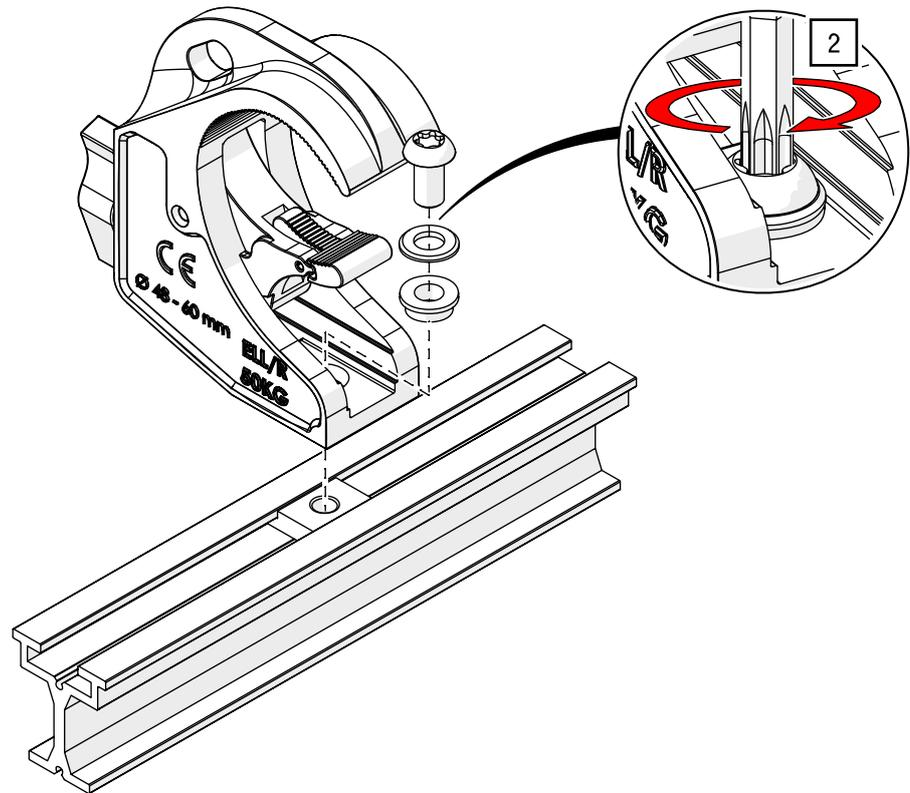

Abb. 58: G-CLAMP direkt – Montage mit Nutenstein
2. Verschrauben Sie den Rohrhaken G-CLAMP mit dem Nutenstein am Schienenprofil mit einem TORX®-Schlüssel T40 und 27 Nm (siehe Abb. 58).